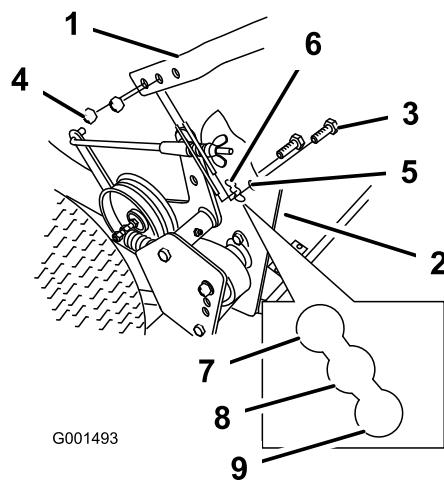

Figure 19
- Desserrez les boulons à embase supérieurs (3/8 x 1-1/4 po) et l'écrou à embase de fixation de la poignée au cadre arrière (Figure 19).
- Retirez les boulons inférieurs (3/8 x 1 po) et les écrous à embase qui fixe la poignée au cadre arrière (Figure 19).